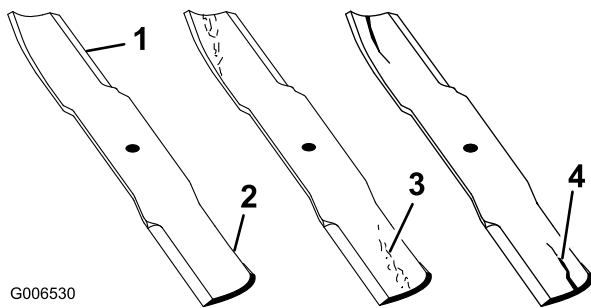

Figura 63
1. Inspeccione los filos de corte (Figura 63). Si los bordes no están afilados o tienen muescas, retire las cuchillas y afílelas. Consulte Afilado de las cuchillas.
- Inspeccione las cuchillas, especialmente la parte curva (Figura 63). Si observa daños, desgaste o la formación de una ranura en esta zona (elemento 3 en la Figura 63), instale de inmediato una cuchilla nueva.